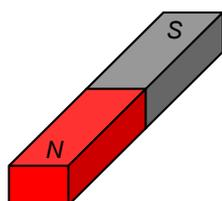

図13.点検用マグネット
- (1) モード切替と操作は付属している点検用マグネット(図13)を用い図14の磁気センサスイッチで行います。
- (2) モードスイッチを3秒以上長押しでオペレーションモード→パラメータモード、パラメータモード→オペレーションモードに切り替わります。約3分間スイッチ操作が無い場合、自動的にオペレーションモードへ切り替わります。
- (3) パラメータモード中も計測値をバーグラフで表示しますので目安にしてください。
- (4) 各スイッチの機能については、表1を参照してください。